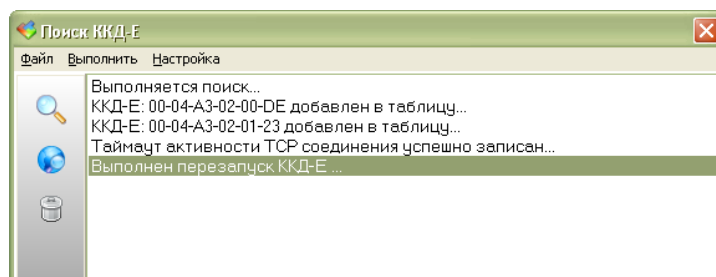

Рисунок 45 – Завершение конфигурирования
10. Затем следует проверить правильность выполнения изменения конфигурации по сообщениям в верхней части окна поиска (рисунок 45).